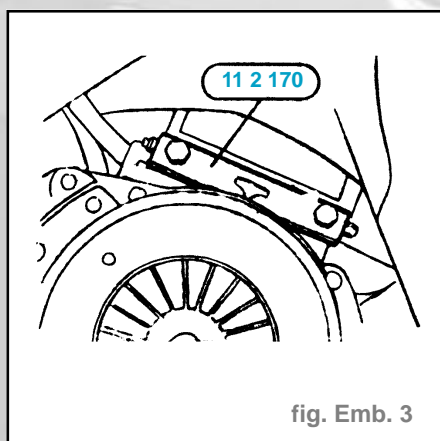

fig. Emb. 3
- Bloquer le volant moteur avec l'outil **11 2 170** (fig. Emb. 3).